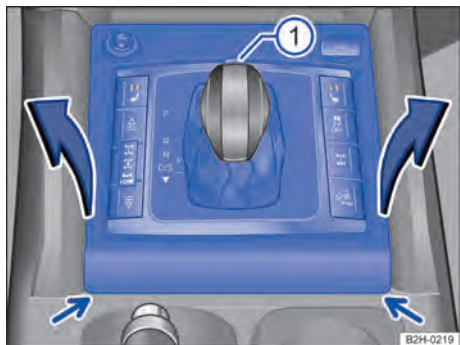

Fig. 108 Desmontar a cobertura do quadro da alavanca seletora.
3. Remover com cuidado a cobertura do quadro da alavanca seletora → Fig. 108 (setas), por exemplo, com uma chave de fenda.
4. Puxar cuidadosamente para cima a cobertura na região da coifa da alavanca seletora com os cabos elétricos conectados → Fig. 108.
2. Pressionar o botão bloqueador na parte da frente da manopla da alavanca seletora → Fig. 108 ① e colocar a alavanca seletora na posição Neutro N.